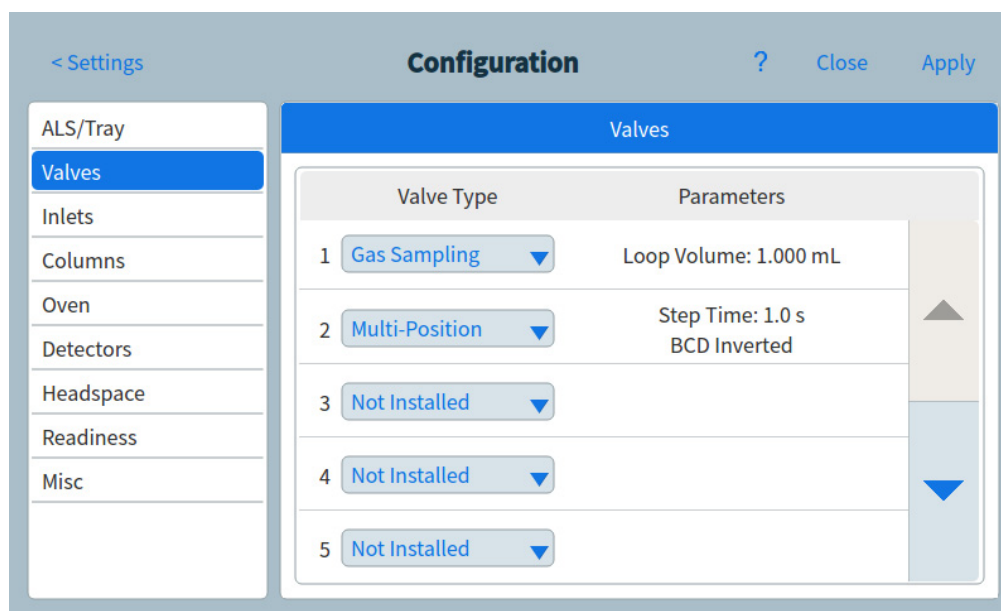

Figura 65. Página de válvulas
- 1 Seleccione **Ajustes (Settings) > Configuración (Configuration) > Válvulas (Valves)**. Consulte **Figura 65**.